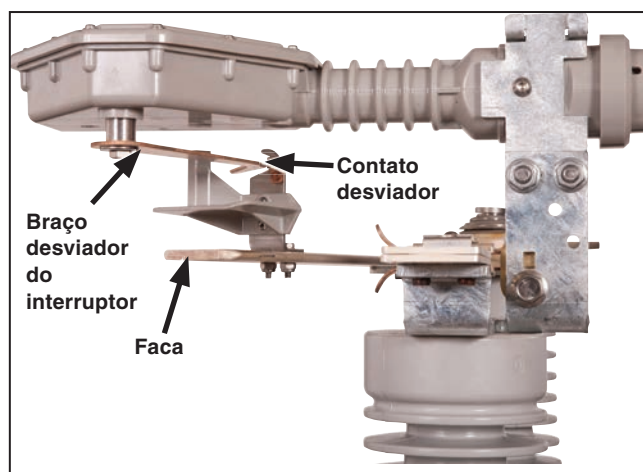

Figura 25. O contato desviador deve engatar no braço desviador do interruptor na superfície de contato cobre-bronze do contato desviador.
- (a) Na medida que as facas se movimentam em direção à posição **Aberta**, o contato desviador do came de operação deve engatar na superfície de contato cobre-bronze do contato desviador. Ver Figura 25.